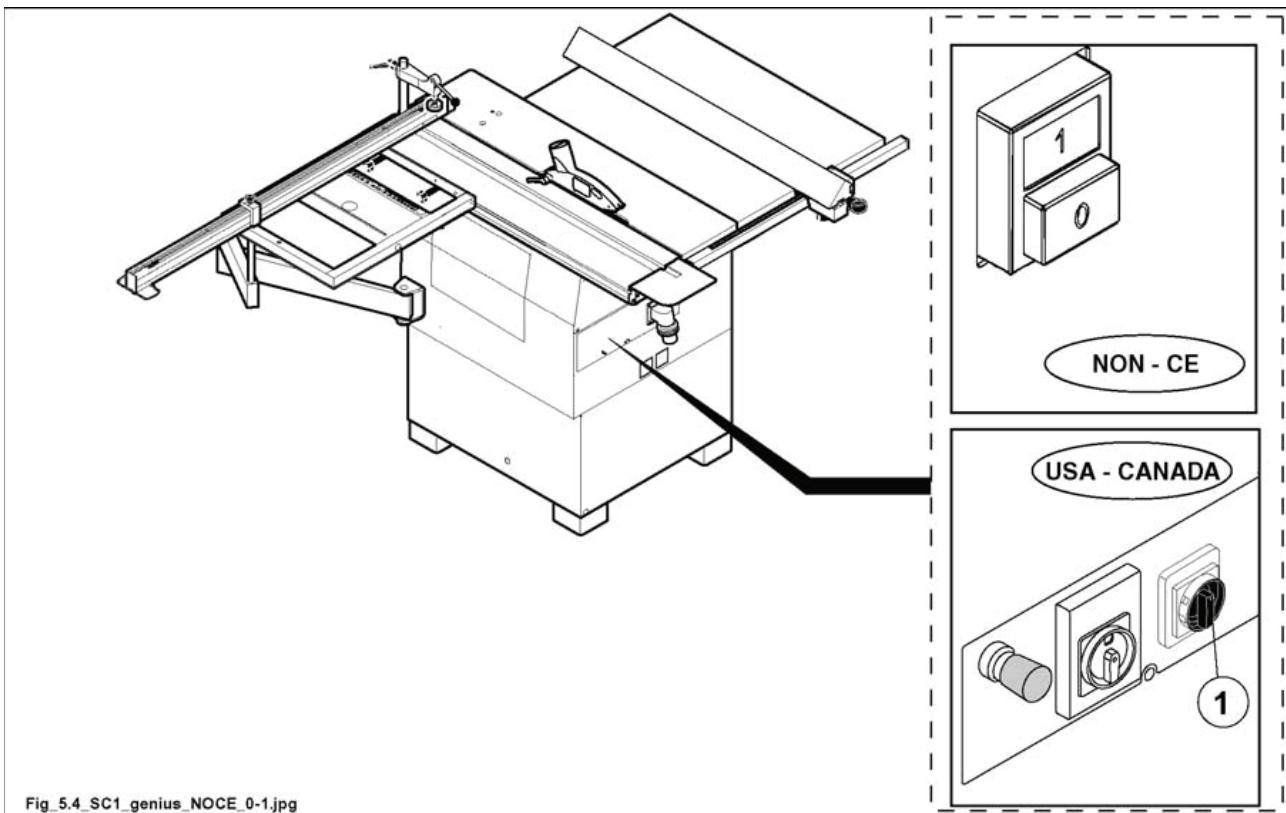

Рис. 5.4
- Выключатель общего питания 1 (рис. 5.4) повернут в положение I (ВКЛ).